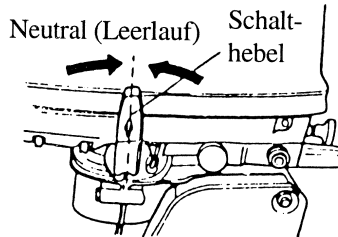

Abb. 9: Position des Schalthebels beim Starten des Motors
3. Stellen Sie den Schalthebel auf Leerlauf (NEUTRAL). Der Motor kann nicht gestartet werden, solange der Schalthebel nicht auf NEUTRAL steht (Abb.9).